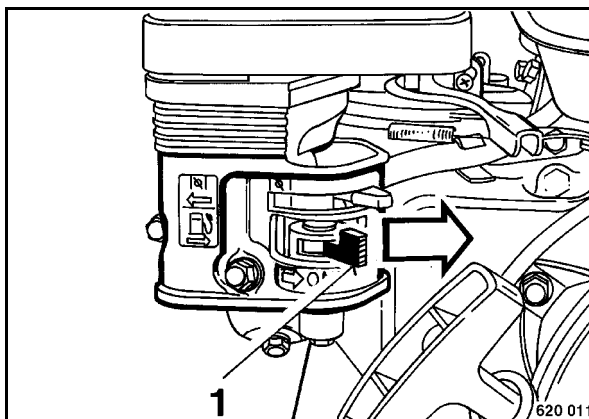

рис. 6
- Полностью открыть топливный кран 1 (рис. 6) в направлении стрелки до упора.